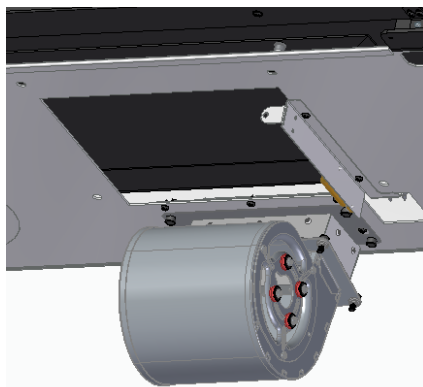

Figura 49 – Fixação do kit ventilação nos equipamentos E909 e E809
b. Fixação do kit de ventilação por baixo do equipamento, no fundo, conforme mostra a imagem, ver Figura 49.